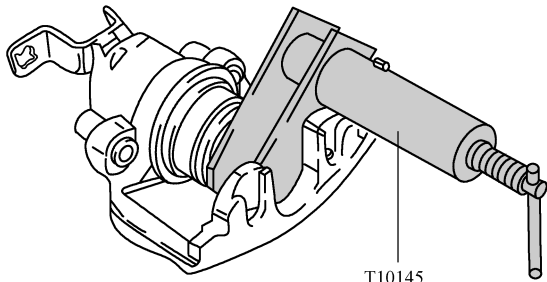

图 3-2-52 用活塞复位装置 T10145 将
(5) 用活塞复位装置 T10145 将活塞压入制动钳体中，如图 3-2-52 所示。